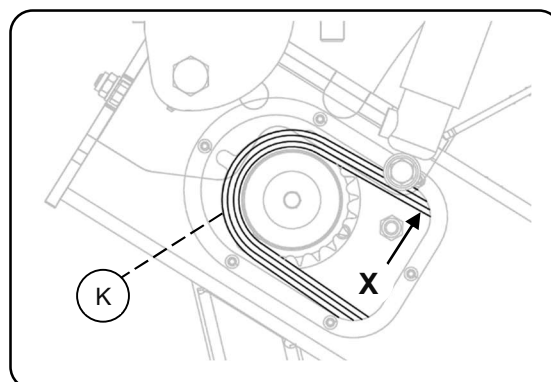

Bild.32
Steg 2, Bild.32: Kedjans spänning kontrolleras genom att trycka på kedjan. Med lätt tryck på kedjan (K) skall den kunna röras (X) ca 2–3 mm.
Steg 3, Bild.32: Kontrollera att rätt kedjespänning ca 2-3 mm (X) uppnås.